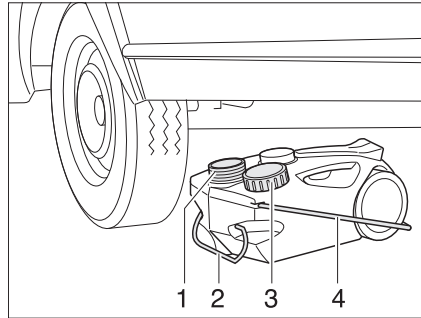

Fig. 147 Depósito de aguas residuales, con ruedas
- Cerrar la abertura del depósito de aguas residuales (Fig. 147,1) con la tapa (Fig. 147,3).
- Extraer el depósito de aguas residuales por el tirador (Fig. 147,2).
- Abatir hacia arriba el tirador (Fig. 147,4) y colocar el depósito de aguas residuales.